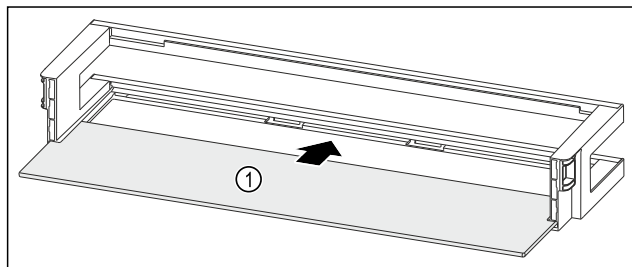

Fig. 238 Balconnet de contre-porte avec tablette de rangement
- Insérer la tablette de rangement Fig. 238 (1) dans les évidements latéraux.